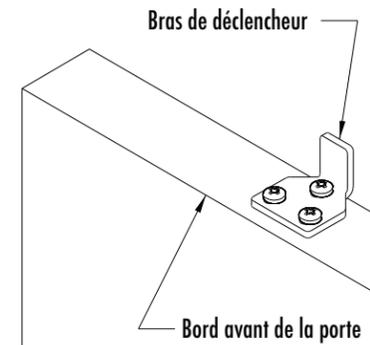

Figure 3
Étape 5) Avec les deux jeux de mécanismes de fermeture en douceur en position réceptrice de loquet, les bras de déclencheur peuvent maintenant être installés à l'aide des vis n°8 à tête cruciforme fournies (voir la Figure 3). Assurez-vous d'installer les trois vis sur chaque bras de déclencheur. Avec les deux bras de déclencheur en place, faites glisser la porte pour la fermer afin d'engager le premier mécanisme de fermeture en douceur, puis faites glisser la porte pour l'ouvrir afin d'engager le second mécanisme de fermeture en douceur (voir la Figure 4). Fermez et ouvrez à nouveau la porte pour assurer qu'elle fonctionne correctement. Remarque : il peut s'avérer nécessaire de déplacer les arrêts gauche et droit de votre rail. Si des réglages sont requis, il sera nécessaire de retirer les deux cales d'espacement mural extérieures du rail pour permettre de repositionner les arrêts gauche et droit. Une fois qu'elles sont repositionnées, insérez à nouveau les cales d'espacement extérieures sur le mur.